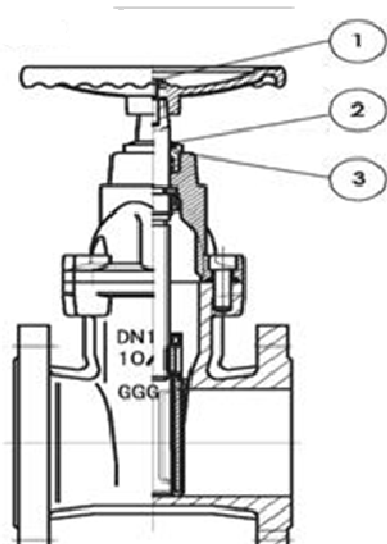

Abb. 2
2. Schrauben lösen und die Haube/den Drehknopf demontieren (1 in Abb. 2).
3. Staubschutzhaube demontieren (2 in Abb. 2).
4. Buchse herausnehmen (3 in Abb. 2).